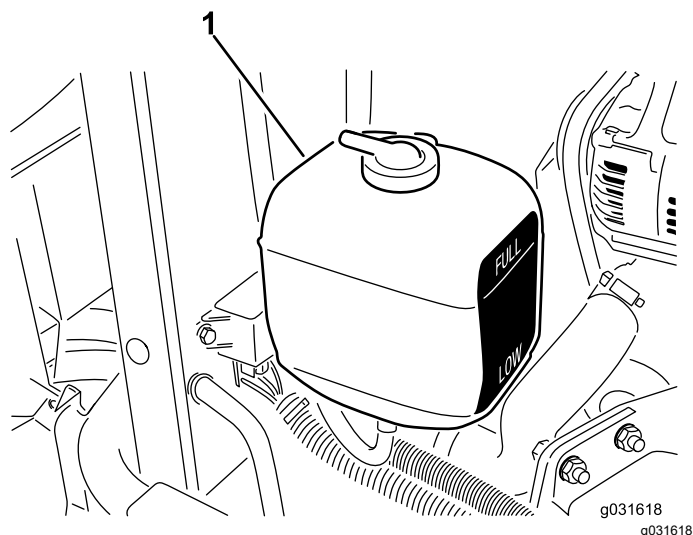

Рисунок 58
1. Проверьте уровень охлаждающей жидкости в расширительном бачке (Рисунок 58).